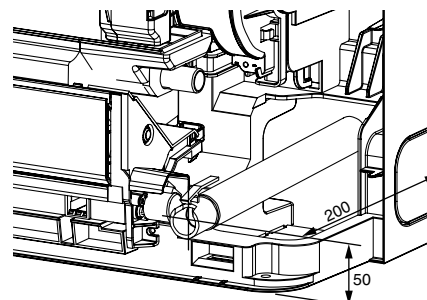

Fig. 7
- Quando si instrada la tubazione di scarico, accertarsi che il tubo di scarico ❶ sia instradato come indicato. (Fig. 7)